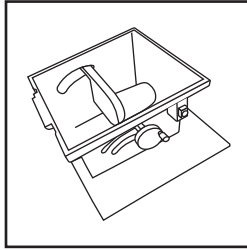

Abb. 2
- Drehen Sie den Hauptkörper der Maschine auf den Rücken und stellen Sie ihn auf einen sauberen, sicheren und starken Arbeitstisch oder Ähnlichem. **(Abb. 2)**.